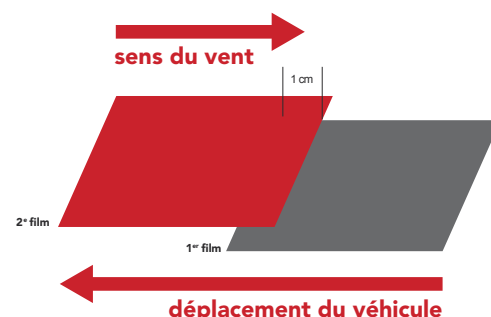

Figure 24
- Recouvrement vertical sur une surface mobile : la pose se faisant toujours de l'arrière vers l'avant du véhicule, le 2^{ème} film chevauchera le 1^{er}, etc. (FIG. 24)